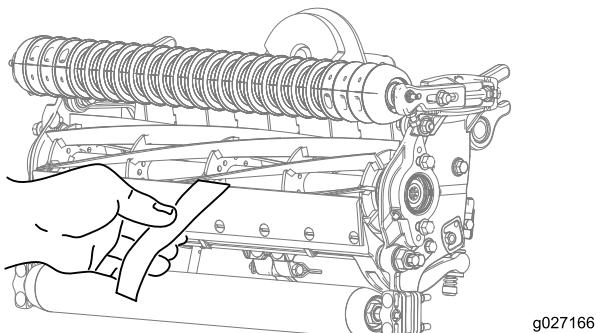

Figure 10
- Contrôlez la performance de coupe en insérant une longue bande de papier de performance de coupe entre le cylindre et la contre-lame, perpendiculairement à la contre-lame (Figure 10). Faites tourner **lentement** le cylindre en avant ; il devrait couper le papier.